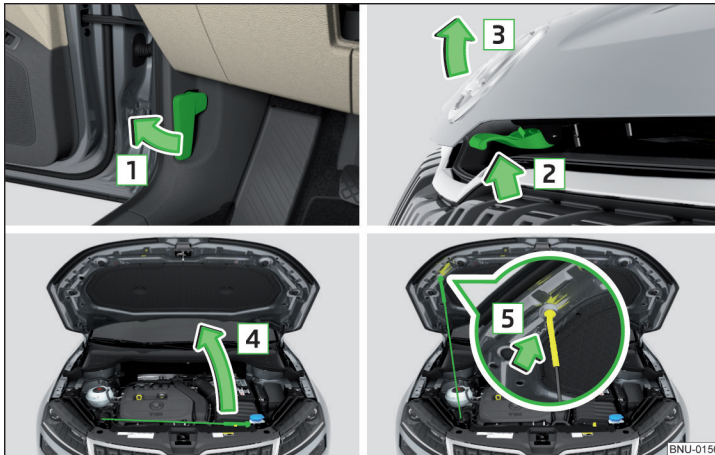

Abb. 305 Motorraumklappe öffnen
- › Die Vordertür öffnen und am Entriegelungshebel unterhalb der Schalttafel in Pfeilrichtung **1** ziehen » Abb. 305.